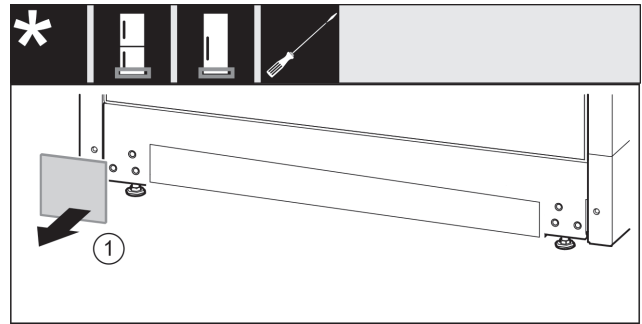

Fig. 16
- ▶ Skinite pokrov. *Fig. 16 (1)*